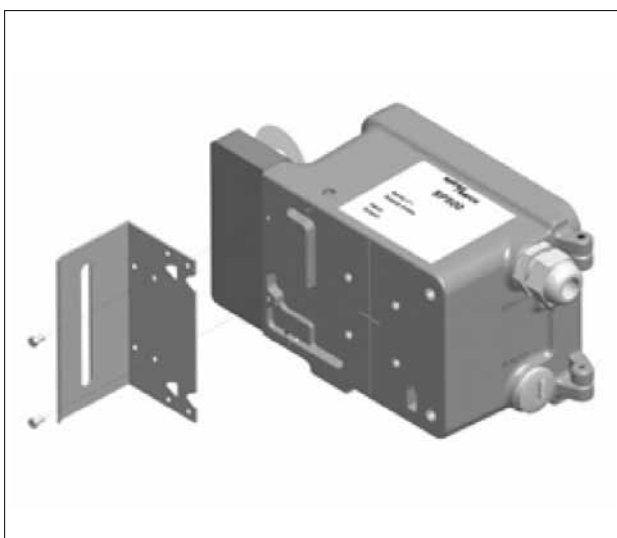

Bild 24
5. Schutzplatte an die Rückseite des Stellungsreglers befestigen, siehe Bild 24 und 25.